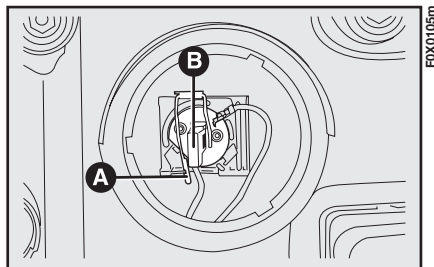

fig. 124
- scollegare il connettore B-fig. 124;